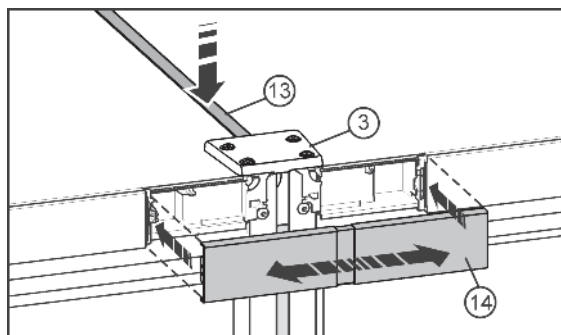

Fig. 10
- Sur la face supérieure, pousser la baguette courte Fig. 10 (13) dans la fente. La baguette doit affleurer sur la face avant avec la plaque de jonction Fig. 10 (3).
- Faire encliqueter le cache Fig. 10 (14) sur l'espace encore ouvert des deux caches du panneau de commande. Veiller à ce que les parois extérieures du cache affleurent avec les caches du panneau de commande. A cet effet, le cache est télescopique.